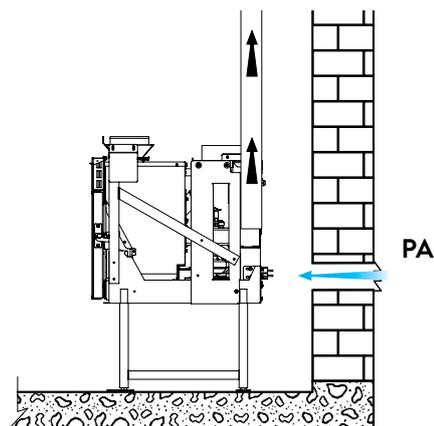

fig. 5.2
**Le poêle lors de son fonctionnement, prend beaucoup d'air (même modeste) dans l'environnement où il se trouve, cet air devrait être rétabli grâce à une prise d'air extérieur à la pièce (fig. 5.2 - PA = Bouche d'air).**